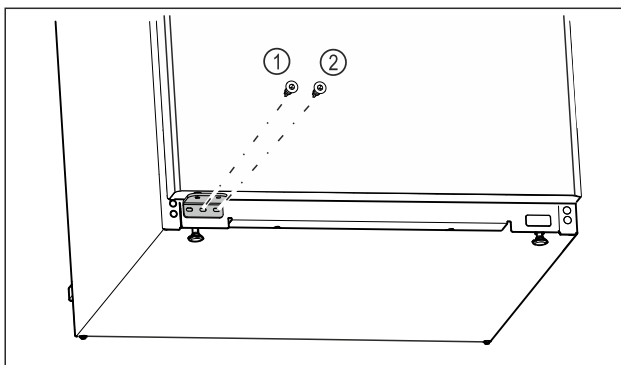

Fig. 21
- Keerake laagripuki keskmine kruvi Fig. 21 (1) kruvikeerajaga Torx 20 kinni.
- Keerake laagripuki sisemine kruvi Fig. 21 (2) kruvikeerajaga Torx 20 kinni.